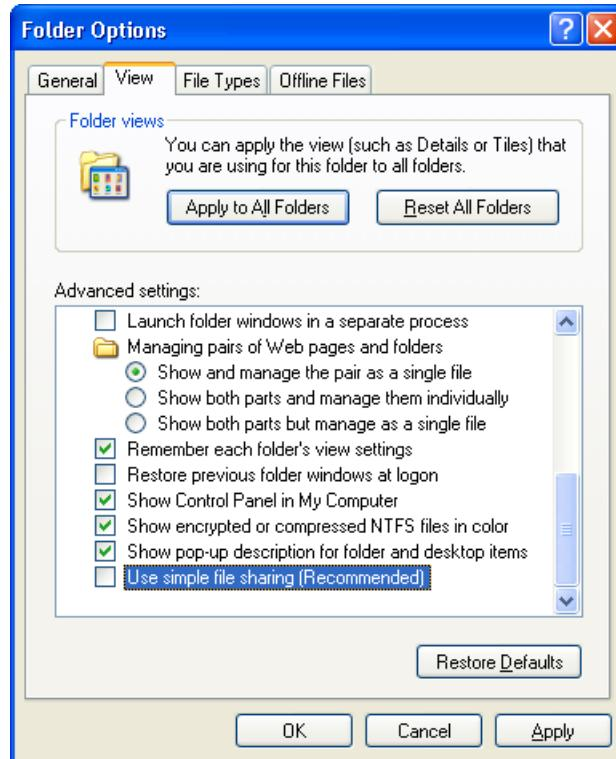

Рис. 7-14 Окно Свойства папки (Windows XP)
- В диалоговом окне **Folder Options** щелкните на вкладке **View** (см. Рис. 7-14 на стр. 215).